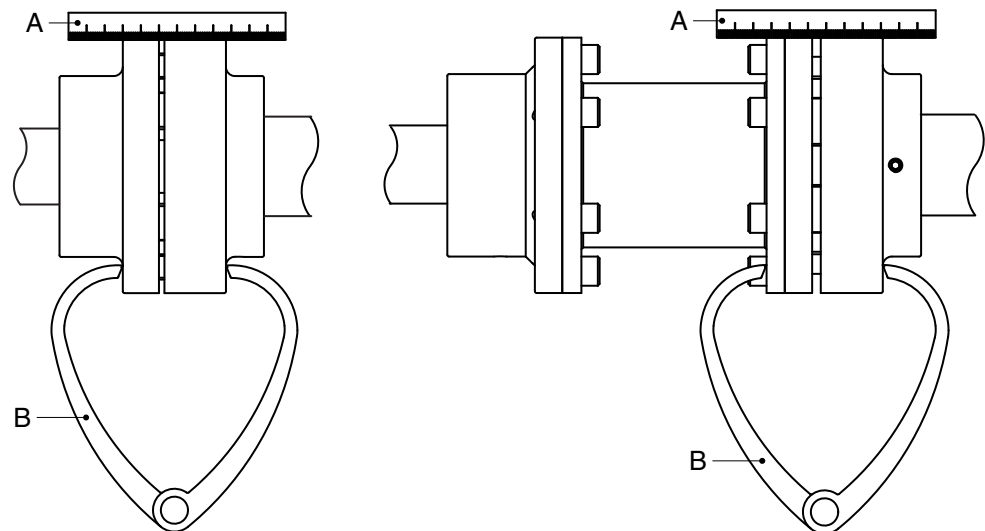

图 8: 使用一把尺子和一对外部卡尺将联轴器对齐。
- 1 在联轴器上放置一把尺子（A）。根据需要放置或移除尽可能多的垫片，使电机达到正确高度，从而使直边整个长度接触联轴器的两半部分，请参阅图 8。
- 3 使用一对外部卡尺（B）在位于联轴器两半部分侧部的两个直径对点再次检查对齐情况，请参阅图 8。